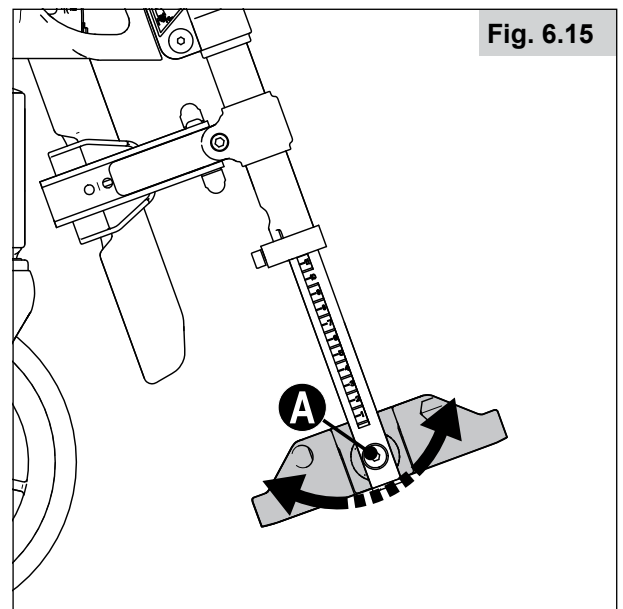

Fig. 6.15
6.14 Fußbrett – Winkelverstellung (Fig. 6.15)